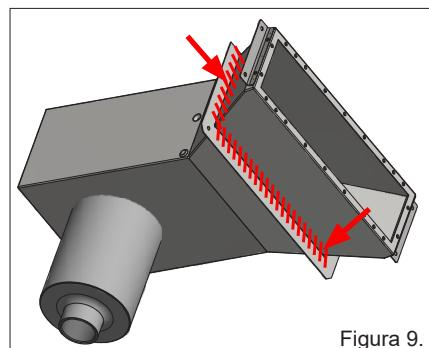

Figura 9.
1. Aplique sellador en la unión entre lasbridas de moldeado y la carcasa del desagüe de desbordamiento (consulte la figura 9). Pahlén recomienda sellador TEC7 de Novatech (disponible para su compra en Pahlén) o Aqua Max de Griffon. Cuando aplique el sellador, es importante que la unión se convierta estanca para que no pueda penetrar nada de agua por ella. Consulte las instrucciones del sellador para la preparación, la aplicación y el endurecimiento.